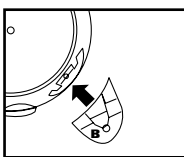

FIGURE 10
9. Prenez la patte à roulette marquée de la lettre **B** et placez-la dans la fente du côté droit du réservoir également marquée par la lettre **B.** **FIGURE 10.**